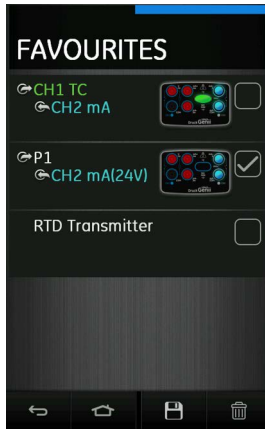

图 3-8：收藏夹任务
通过选择图 3-8 中所示的框并选择 “添加到收藏夹” ☆ 图标，可将功能或任务设置复制到收藏夹。
3. 通过选择图 3-8 中所示的复选框然后选择 “删除” 图标，可删除收藏夹任务。